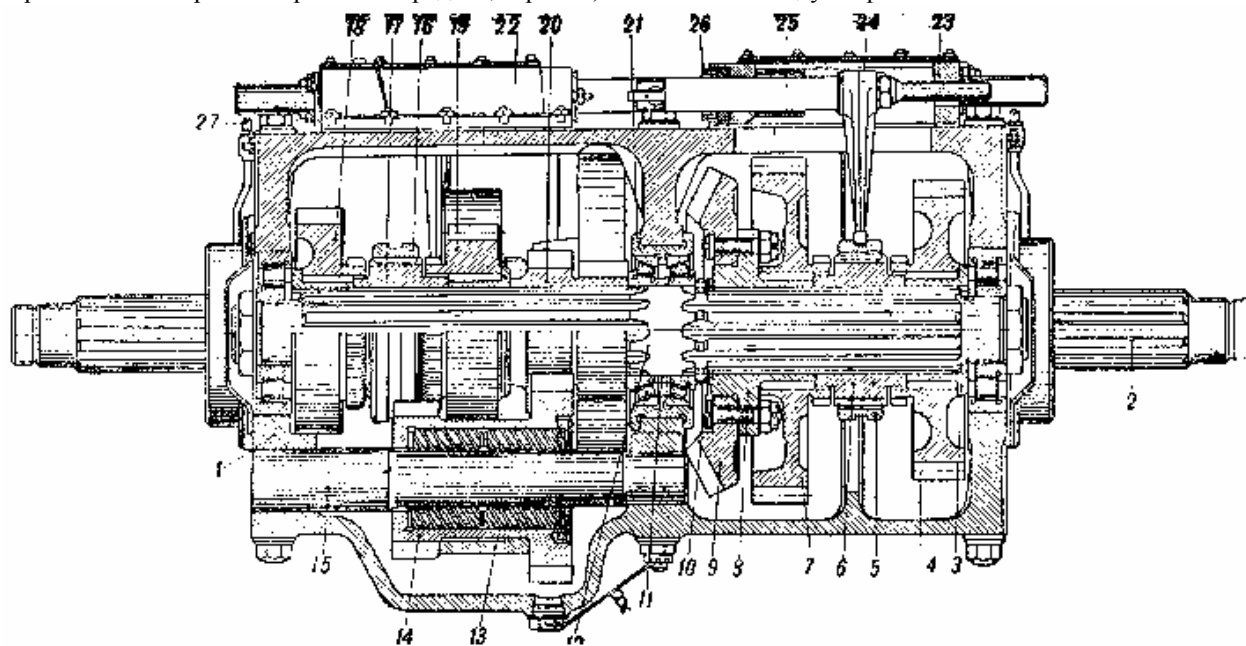

Рис. 99. Коробка перемены передач (в разрезе по промежуточному валу и оси заднего хода):
Между торцом ступицы ведомой конической шестерни и гребешком вала имеются регулировочные прокладки 10 (см. рис. 99) подбором толщины которых регулируют зазор между зубьями конической пары шестерён.
Блочную шестерню 14 (см. рис. 99) устанавливают на оси 15 в нижней половине картера на двух роликоподшипниках с витыми роликами. В этих роликоподшипниках беговыми дорожками служат шлифованные поверхности оси и внутренней полости ступицы шестерни.
Для ограничения осевых смещений каретки заднего хода устанавливают между её зубчатыми венцами планку 13 (см. рис. 99), изогнутую посередине. Планку крепят шпильками к картеру.
Переход на 2, 3, 4 и 5-ю передачи осуществляется включением подвижных муфт (карок) 5 и 16 (см. рис. 99) к соответствующим шестерням выбираемых передач.
- 1) Установить на ступицу 8 (см. рис. 99) ведомую коническую шестерню 9, подогнав плоскость прилегания шестерни к ступице по краске; поставить призонные болты, плотно затянуть гайки и зашплинтовать.